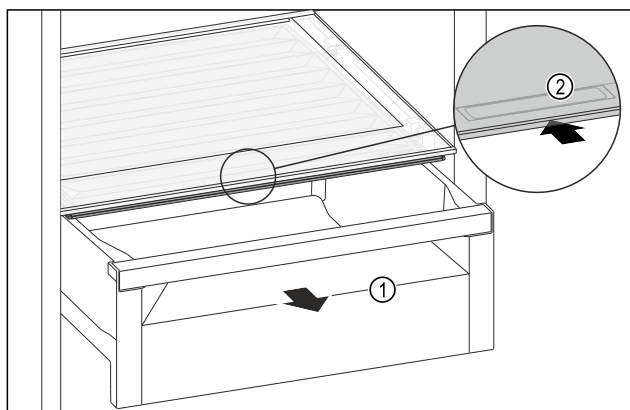

Fig. 151
- ▶ Izvucite ladicu Fig. 151 (1).
- ▶ Primite ručku Fig. 151 (2) na poklopcu pretinca i istodobno povucite poklopac pretinca prema natrag.